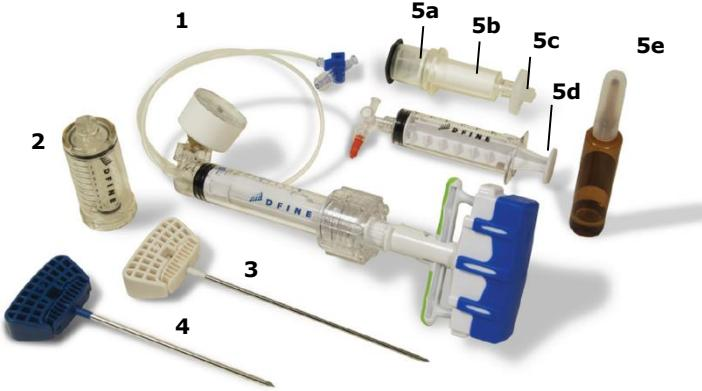

Figure 1. Système de vertébroplastie VP StabiliT
Le système de vertébroplastie VP StabiliT est un système conçu pour l'administration contrôlée du ciment osseux StabiliT pour le traitement des fractures vertébrales par compression. Le système de vertébroplastie VP StabiliT est constitué de cinq (5) composants (Figure 1).